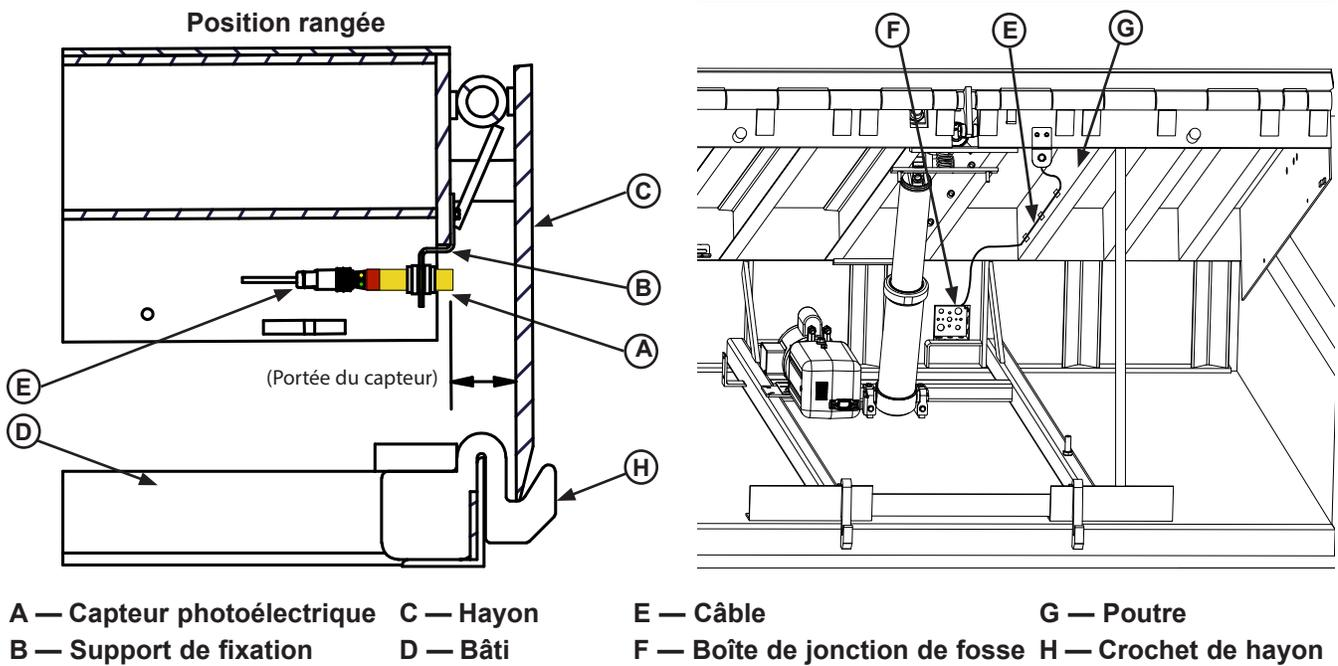

Figure 39
1. S'assurer que le niveleur de quai est relevé et que la béquille d'entretien est en place derrière la plaque de rive. Voir **figure 39**.